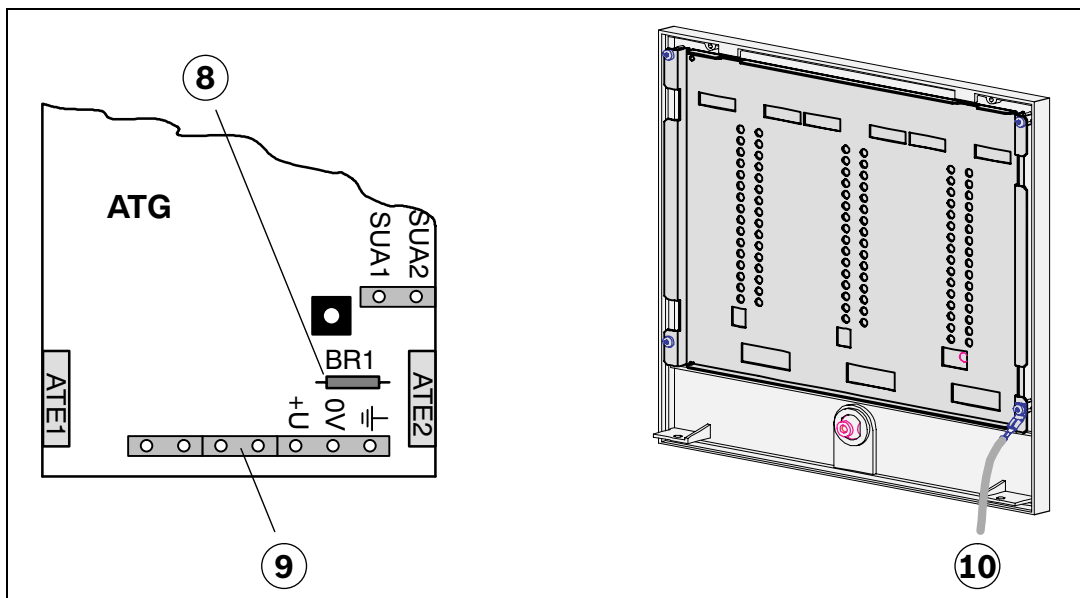

图 4.5 桥接器 BR1 和接地线
7. 根据不同应用，有时需拆除 ATG 套件上的桥接器 BR1（参见图 4.5 (8)）：
8. 从机箱盖的背部拆下接地线 (10)。